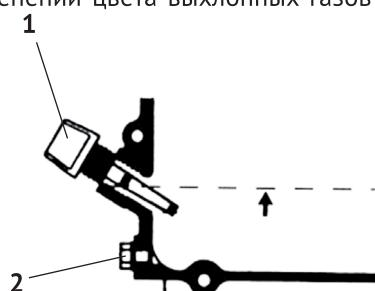

рис.10
- на прогретом до рабочей температуры двигателе откройте пробку-щуп маслозаливной горловины (рис.10 поз.1) и болт для слива масла (рис.10 поз.2), предварительно разместив под сливным отверстием вспомогательную ёмкость;
- залейте масло в горловину, до нижнего края заливного отверстия как показано на рис.10.